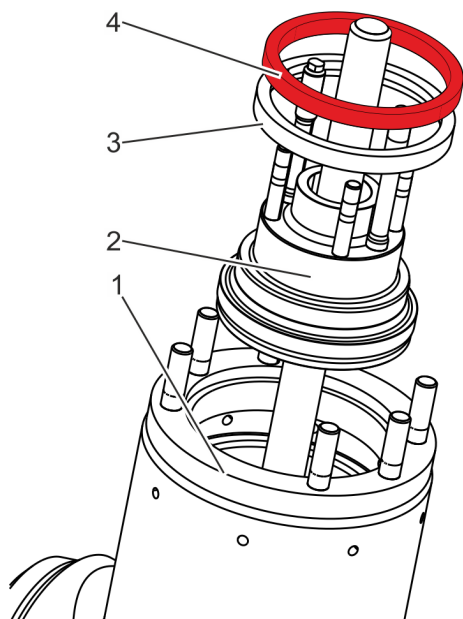

Fig. 31: Colocar la tapa
Coloque la tapa (Fig. 31/2) en el cuerpo de la válvula (Fig. 31/1) con un equipo de elevación adecuado.
17.▶ Monte la nueva junta anular (Fig. 31/3).
18.▶ Coloque el anillo de apoyo (Fig. 31/4) sobre la junta anular (Fig. 31/3).